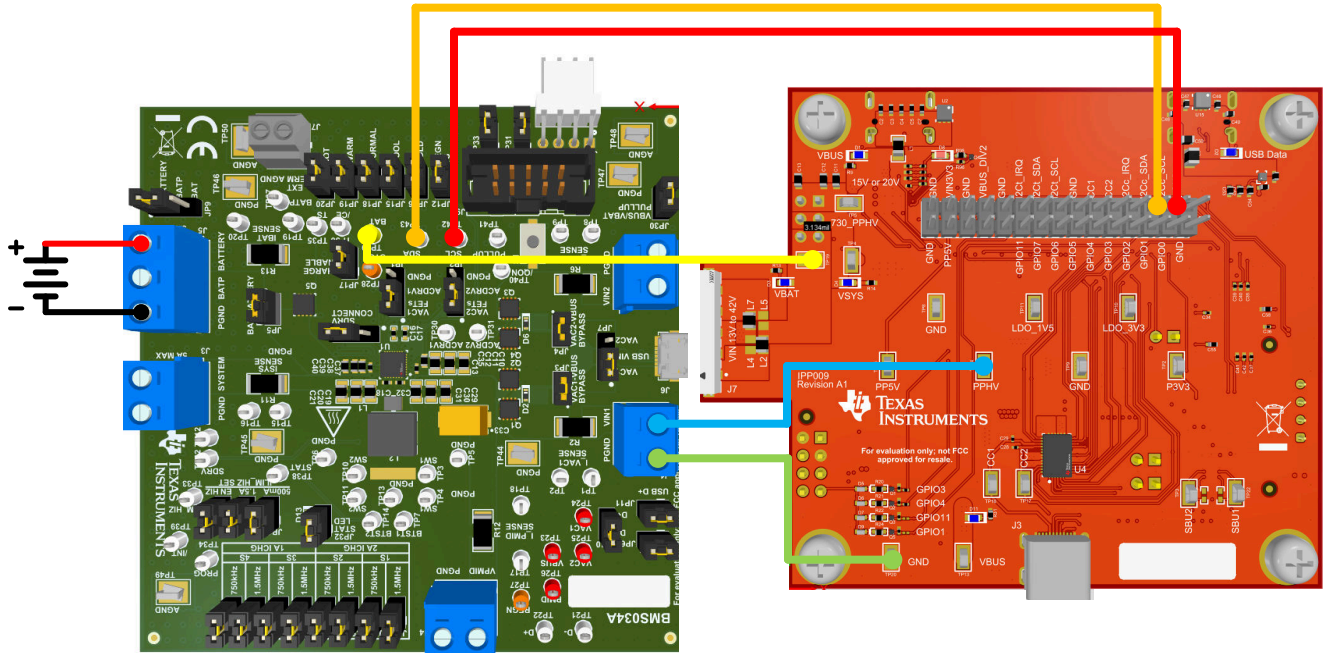

图 4-6. TPS25751EVM 和 BQ25792EVM、BQ25798EVM 硬件设置
2. 图 4-6 展示了如何使用测试挂钩夹或跳线来连接两个 EVM。有关详细信息，请参阅表 4-2。